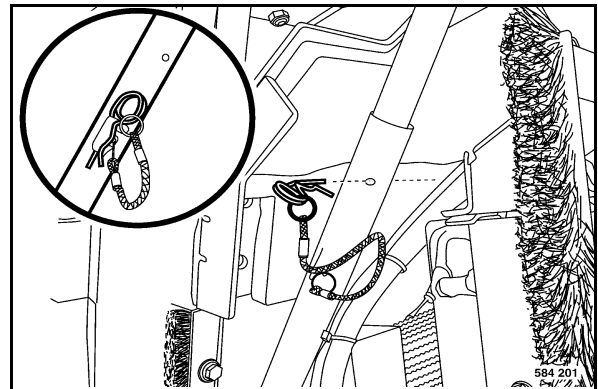

Fig. 77
- Tirer l'agrafe (Fig. 77) du support.